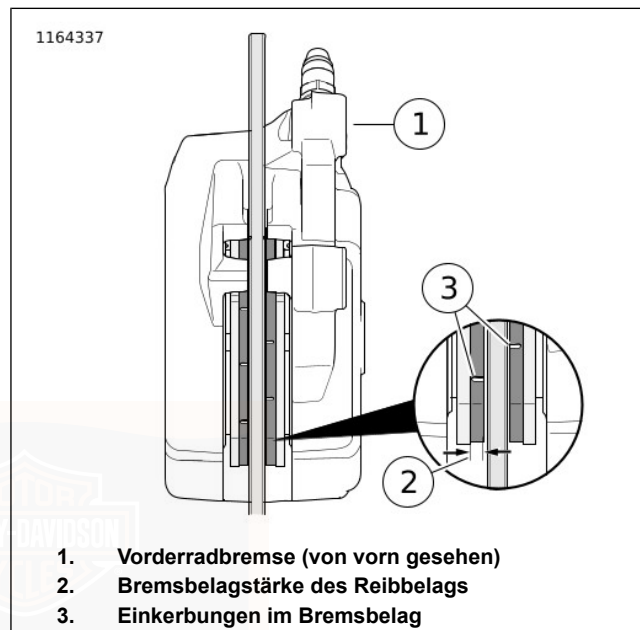
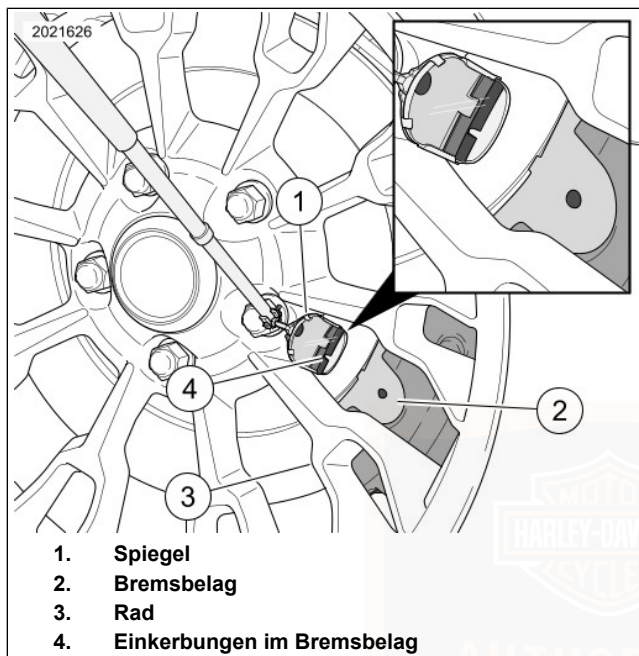

Abbildung 124. Bremsbelagmaterial hinten
Abbildung 125. Bremsbelagmaterial vorn
2. Siehe Abbildung 124 und Abbildung 125. Die Bremsscheibe prüfen, wenn diese gedreht wird. Die Scheibe muss schlagfrei im Bremssattel laufen.